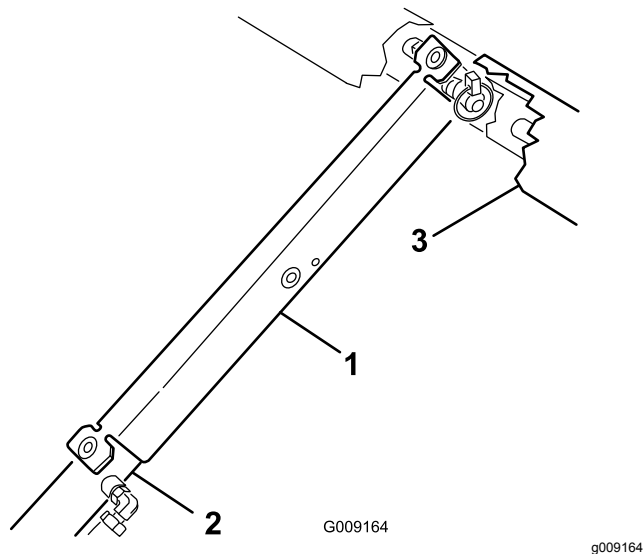

図 29
3. サポートをシリンダロッドにはめ込んで、安全サポートの端部でシリンダバレルの端とシリンダロッドの端を確実に支える 図 29。